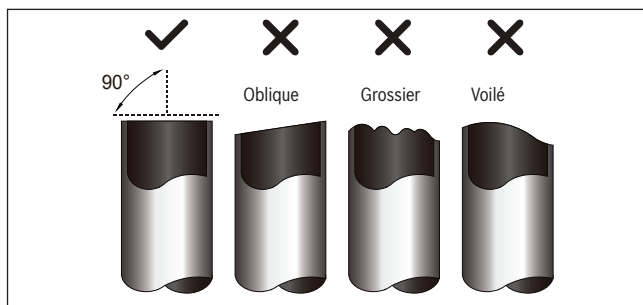

Fig. 28.
- S'assurer que le tube est coupé exactement à un angle de 90°. Pour des exemples de coupe incorrecte, se reporter à la **fig. 28**